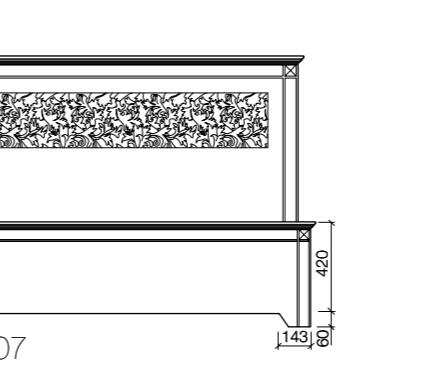

Рис. 207
- Рис. 207, 208, 209, 210, 211